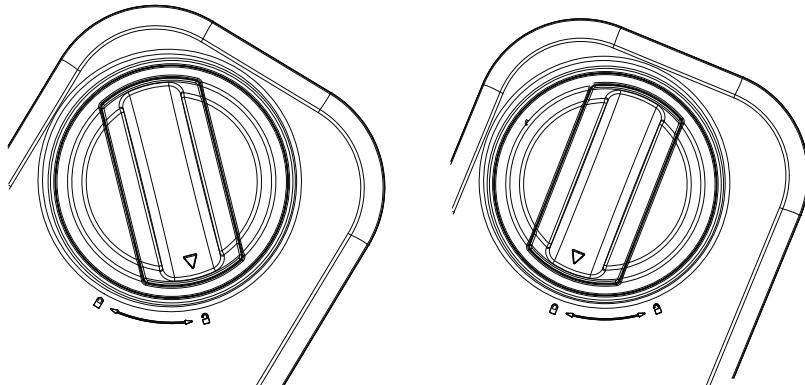

Fig. 8
- Gire la tapa hacia hasta que encaje (véase fig. 8).